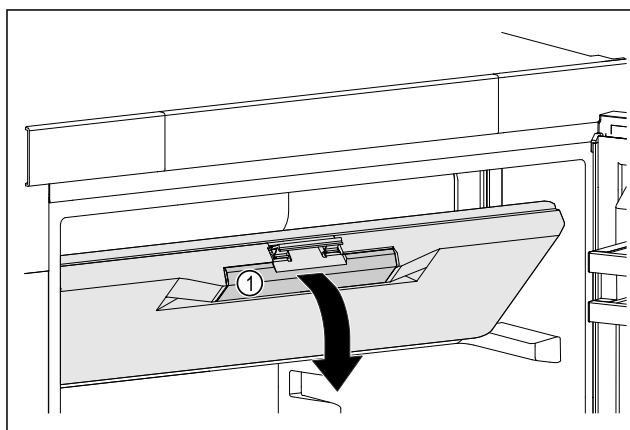

Fig. 46
- Хванете вратата на фризерното отделение за вдлъбнатия захват Fig. 46 (1).